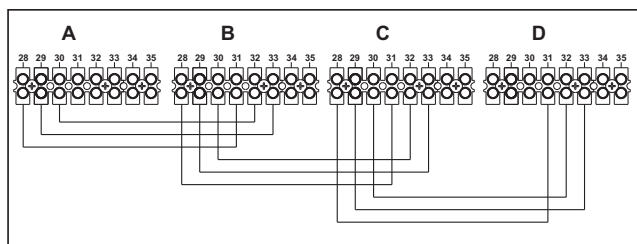

рис. 33 - Соединение в батарее
1. Соедините два модуля, как показано на рис. 33 (пример с 4 модулями)
В противном случае перекройте электрическое питание и проверьте кабельные соединения в рис. 33.